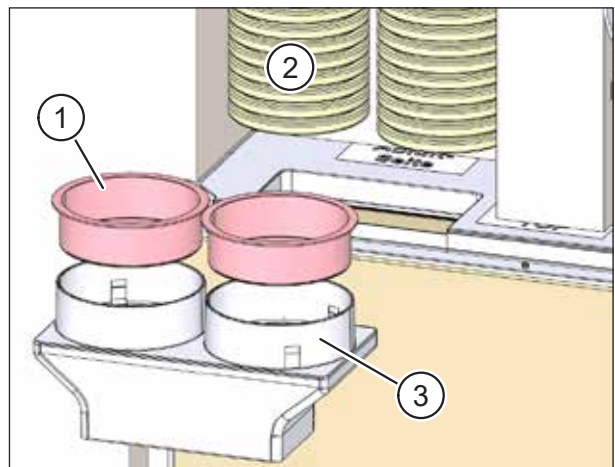

Abb. 55: Flexrohre ablängen
- ▶ Entfernen Sie die roten Schutzdeckel (Pos. 1 in Abb. 55) auf dem Flexrohranschluss (Pos. 3 in Abb. 55).
- ▶ Kürzen Sie die Flexrohre (Pos. 2 in Abb. 55) so weit, dass sich der Flexrohranschluss (Pos. 3 in Abb. 55) mit den eingesetzten Flexrohren in die Öffnung am Mauerkasten einschieben lässt.